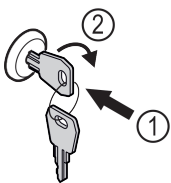

Fig. 132 Ilustrační zobrazení
- ▶ Klíč zasuňte dovnitř Fig. 132 (1).
- ▶ Otáčejte klíčem o 90° ve směru hodinových ručiček Fig. 132 (2).